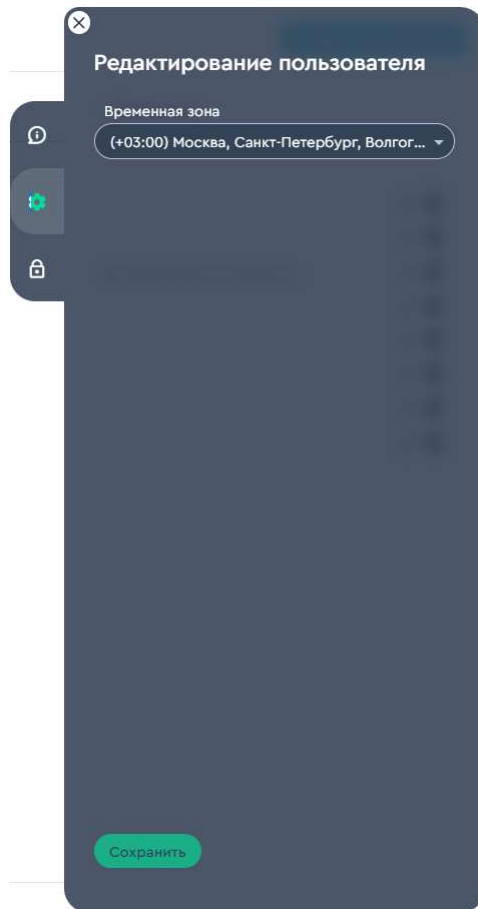

Рисунок 29 - Панель редактирования свойств
- панель редактирования свойств (Рисунок 29);